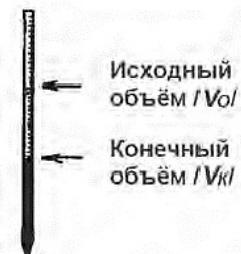

Рисунок 10. Определение израсходованного хлорида бария
5. Определите объем раствора хлорида бария, израсходованного на титрование ( $V$ , мл) (Рисунок 10):